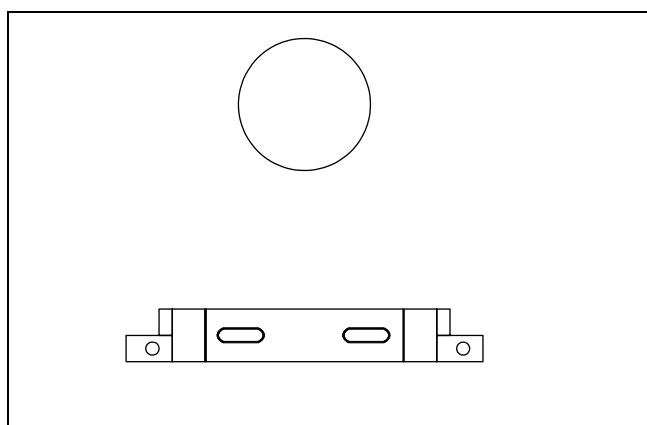

Figura 3
4. Per mezzo dei tasselli in dotazione fissare alla parete la squadretta di sostegno avendo cura che i fori posti alle estremità della stessa siano in basso (vedi Figura 3). È consigliabile anche in questa fase dell'operazione, verificare che la squadretta sia parallela al pavimento.